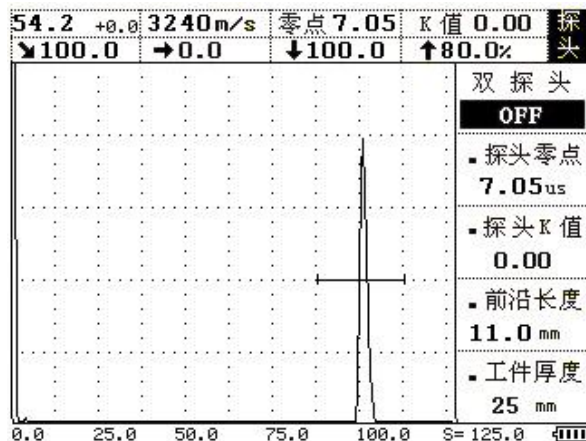

图 4-6
4、校准探头零点: 将探头放在试块上并移动, 使得 R100mm 的圆弧面的反射回波达到最高。在屏幕的左上角显示声程值, 如这一数值不等于 100mm, 按 **探头** 键进入探头菜单, 再按 **▲** (上)或 **▼** (下)键调整到探头零点子菜单, 再用 **◀** (左)或 **▶** (右)键调整, 使数值等于 100mm。或者直接按 **波峰记忆** 键, 自动校准探头零点。如图 4-6 所示此时探头零点校准完毕。